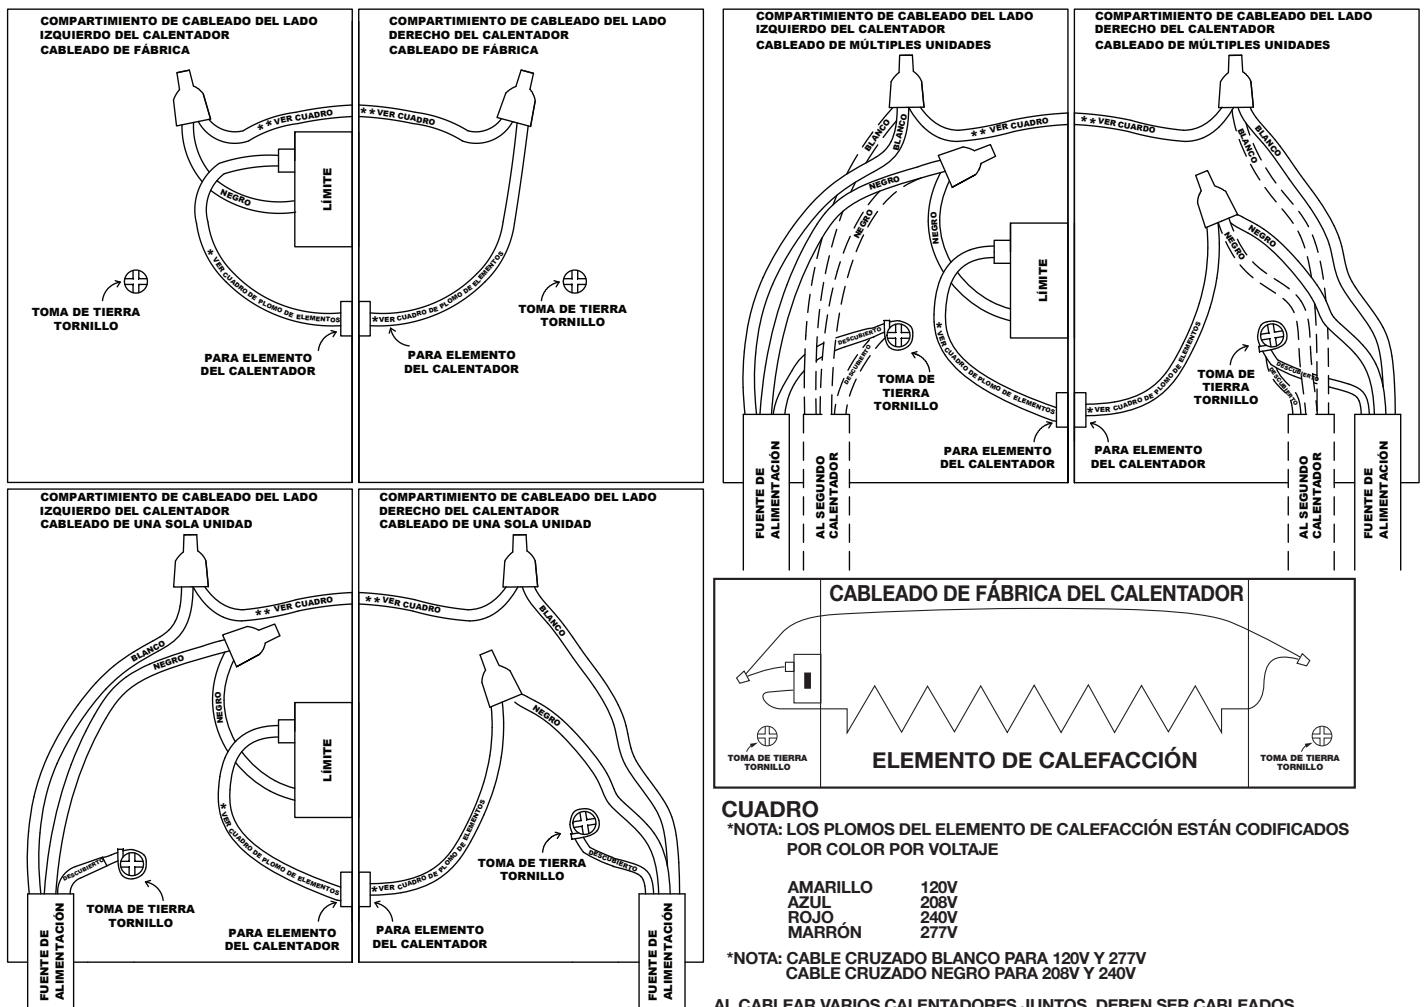

Figura 5: Diagramas
2. Los procedimientos de cableado y las conexiones deben estar de acuerdo con el Código Eléctrico Nacional (NEC) de los EE. UU. y los códigos locales. Consulte los diagramas de conexión de la Figura 5. Asegúrese de que todas las conexiones eléctricas estén firmes, para evitar posibles sobrecalentamientos. Utilice cables de alimentación de cobre únicamente.
- c. Cablee el calefactor de acuerdo con los diagramas de conexión de la Figura 5. Sujete la cubierta del canal de cables mediante los tornillos.
8. Siga el diagrama de conexión que corresponda, como se muestra en la Figura 5, para conectar la fuente de alimentación eléctrica al calefactor mediante tuercas de empalme de cables aprobadas.